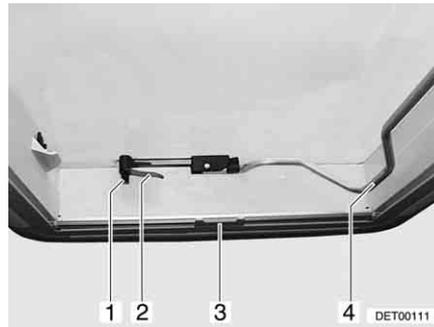
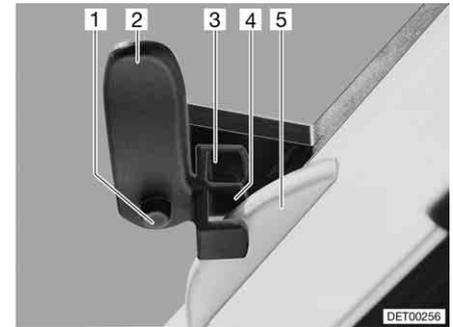

Bild 58 Heki-Dachhaube, geschlossen
Bild 59 Heki-Dachhaube in Lüftungsstellung 1
- Sicherungsknopf (Bild 58,1) drücken und Verriegelungshebel (Bild 58,2) eine viertel Umdrehung nach innen drehen.
- Bügel (Bild 58,4) nach unten aus der Arretierung ziehen.
- Verriegelungshebel (Bild 58,2 und Bild 59,2) eine viertel Umdrehung drehen. Die Nase der Dachverriegelung (Bild 59,5) muss dabei in die obere Verriegelungsgabel (Bild 59,3) eingreifen.
- Sicherungsknopf (Bild 59,1) drücken und Verriegelungshebel (Bild 59,2) zurückdrehen. Die Nase der Dachverriegelung (Bild 59,5) muss dabei in die untere Verriegelungsgabel (Bild 59,4) eingreifen.